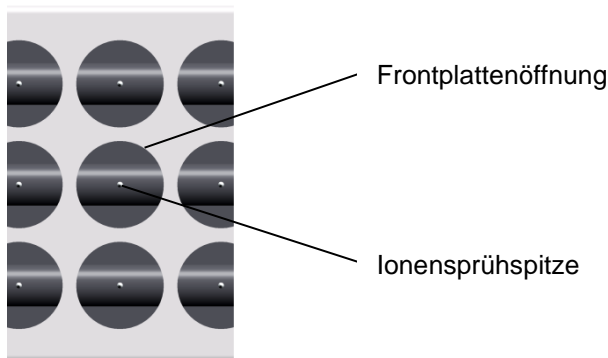

Abbildung 9: Frontplattenposition
- Montieren Sie die Frontplatte auf dem Luftleiter. Die Frontplatte muss so positioniert sein, dass sich die Ionensprühspitzen in der Mitte der Öffnungen befinden (siehe Abbildung 9).